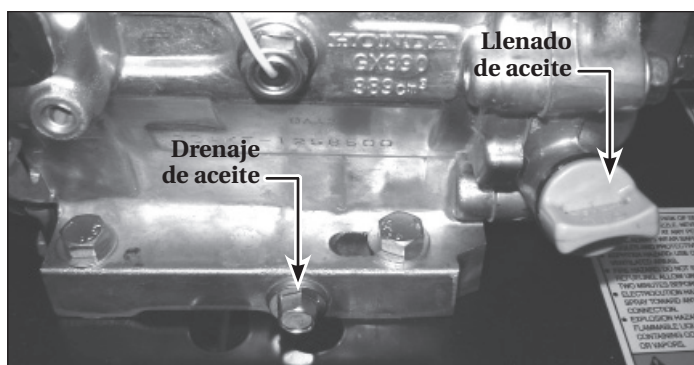

Figura 17 - Puntos de drenaje y llenado
2. Localice y retire el tapón de drenaje de aceite del motor (vea la figura 17).